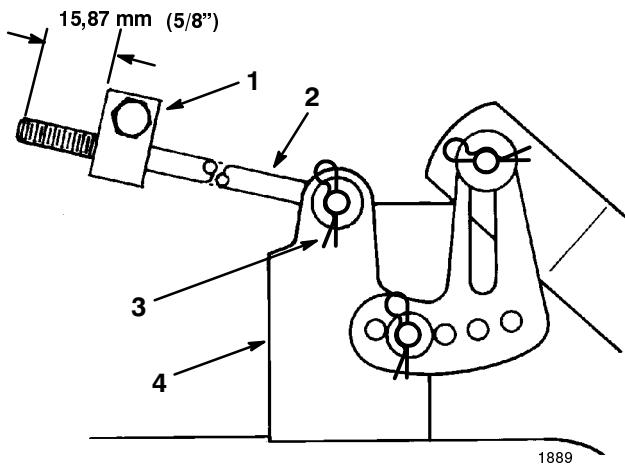

Abbildung 51
5. Die Länge der Stange messen, die vorne aus dem Einstellblock an den Seiten des Fahrgestells heraussteht (Abb. 51). Wenn die Länge der Stange nicht 15,9 mm (5/8") beträgt, Haarnadelsplint und Unterlegscheibe vom Ende der Stange entfernen (Abb. 51) und die Stange drehen, bis die Länge von 15,9 mm (5/8") erreicht ist. Dann das Ende der Stange im Loch im Mähwerkträger anbringen und mit Unterlegscheibe und Haarnadelsplint sichern. Diesen Vorgang an der anderen Mähwerkseite wiederholen.